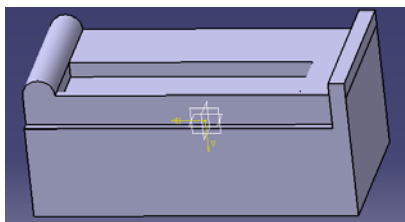
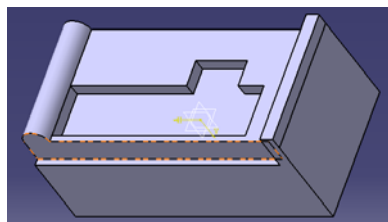
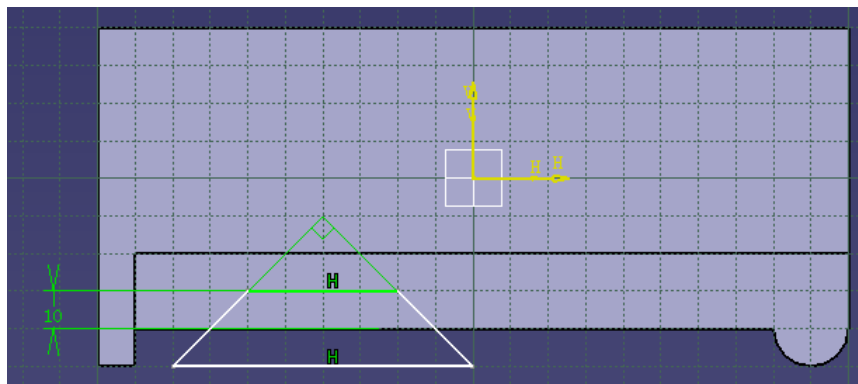

图 3-102
图 3-103
图 3-104
(5) 选择  后，深度设为 10mm（见图 3-102）。同样的方法再挖一个小四方（见图 3-103）。
(6) 选择被挖出的下面后(图 3-103 虚线部分),用 Sketcher → Profile 画如图 3-104。